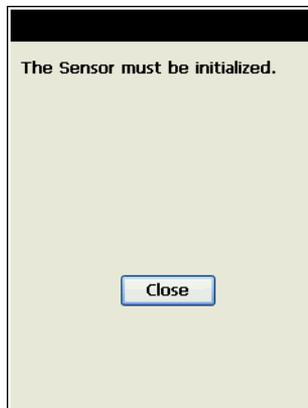

Abbildung A-8. Initialisieren des Sensors nach der freien Stationierung
11. Initialisieren Sie nach der freien Stationierung (Abbildung A-8) den Sensor. Weitere Informationen finden Sie unter „Sensorinitialisierung“ auf Seite 8-16.